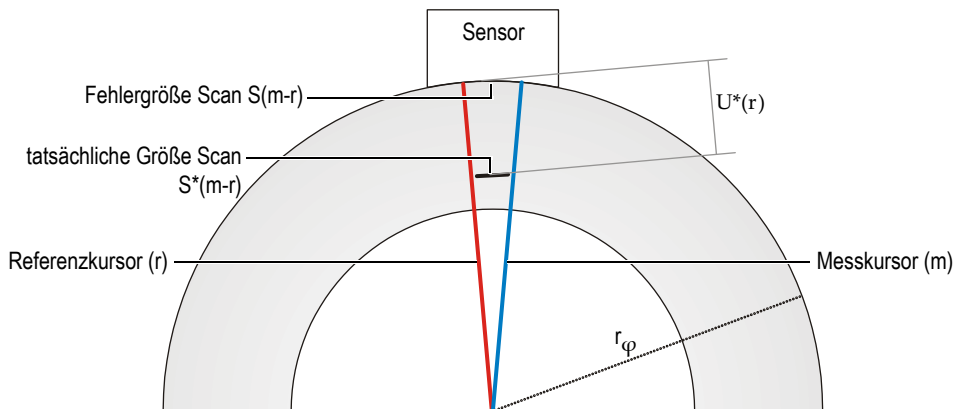

Abbildung 10-8 Aktuelle Größe auf der Scan-Achse einer Fehlerindikation
Im Beispiel der Größenbestimmung im folgenden Verfahren, kann die Funktion **Datenaustausch mit Excel-Dateien** eingesetzt werden, um in Excel die aktuelle Scangröße $[S^*(m-r)]$ einer Fehlerindikation in einem Zylinder (siehe Gleichung (1) auf Seite 475 und Abbildung 10-8 auf Seite 475), mittels der von der Software TomoView gegebenen Werte $S(m-r)$ und $U(r)$ zu berechnen.